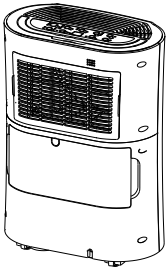

fig. 4
2. Trekk ut strømledningen. Sørg for god tilgang til bakpanelet (fig. 4)